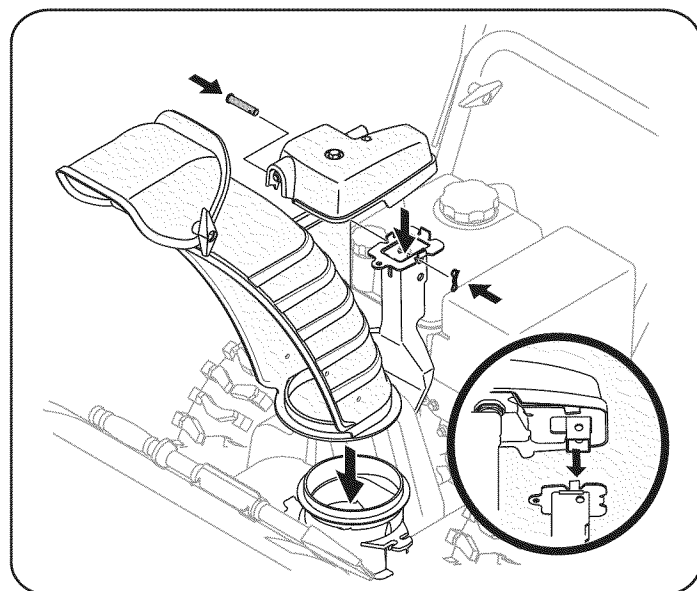

Figura 5
6. Lugar rampa hasta la base de la tolva y la cabeza seguro de control del canal de soporte del conducto con el apoyo de pasador de horquilla y pasador quitó antes. Ver la Figura 5.